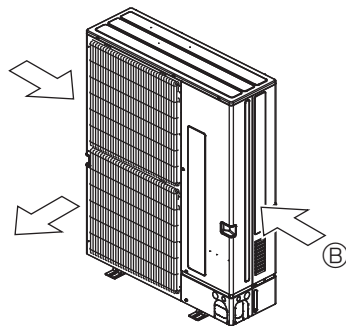

Fig. 2-17
② Posisjoner enheten slik at luftløpet står vinkelrett på den rådende vindretningen for årstiden, hvis det er mulig. (Fig. 2-17)